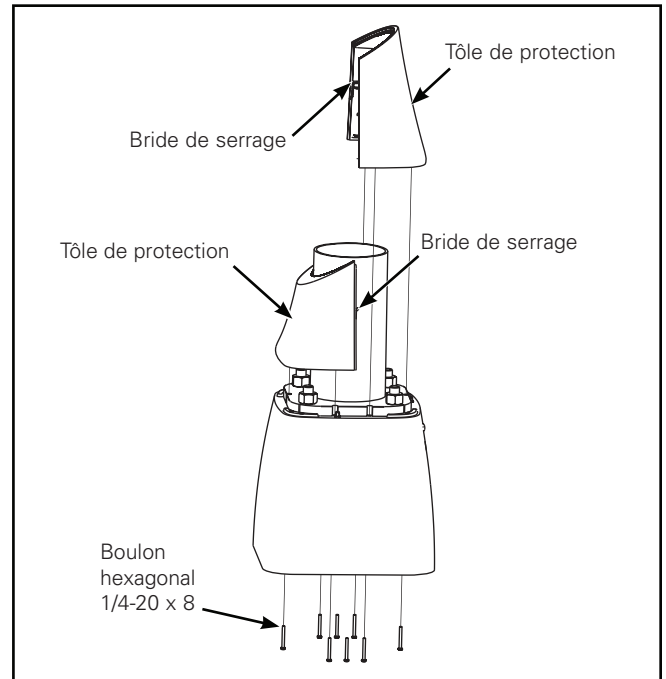

Figure 2. Détail du montage de la tôle de protection
2. Installez le fil de terre au bas et à l'intérieur du poteau en utilisant la vis fournie et laissez-le pendre dans le trou de la base du transformateur. (Figure 2.)